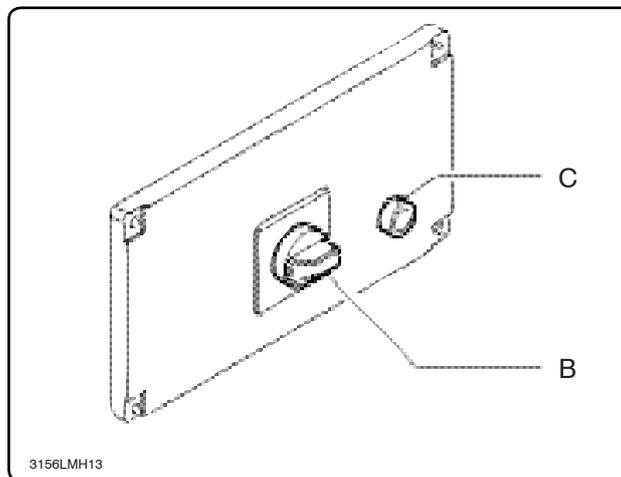

Fig. 5
- Azionare l'interruttore "B" posizionandolo su (Acceso "I") Fig. 5.
- Move switch "B" to the On position ("I") Fig. 5.
- Actionner l'interrupteur "B" en le plaçant sur (Allumé "I") Fig. 5.
- Den Netzschalter "B" betätigen und auf (Aufstellen "I") stellen Abb. 5.
- Ad aspiratore avviato, se l'aspiratore non funziona e si accende la lampada ("C" Fig. 5) o se l'aspiratore gira in senso errato, spegnere, staccare la spina dalla presa di corrente e richiedere l'intervento di personale specializzato per effettuare l'inversione dei cavi di alimentazione.
- *If the vacuum cleaner has been working and then stops and the indicator light comes on ("C" Fig. 5), or if the vacuum cleaner motor turns in the wrong direction, turn it off, remove the plug from the power socket and have a specialized electrician invert the power cables.*
- L'aspirateur étant allumé, s'il ne fonctionne pas et si le voyant ("C" Fig. 5) s'allume ou si l'aspirateur tourne dans le sens contraire, éteindre, débrancher la fiche de la prise de courant et demander l'intervention du personnel spécialisé pour effectuer l'inversion des câbles d'alimentation.
- *Sollte der Industriesauger nach Ingangsetzung nicht funktionieren und die Leuchtanzeige ("C" Abb. 5) aufleuchten oder der Industriesauger in der falschen Richtung laufen, ist der Industriesauger abzuschalten, der Netzstecker aus der Netzsteckdose zu ziehen und das technische Fachpersonal zu verständigen, um die Phasenleiter in der Netzanschlussleitung umklemmen zu lassen.*
Ruotare l'interruttore ("B" Fig. 5) in posizione "0".
Turn the switch ("B" Fig. 5) to position "0".
Tourner l'interrupteur ("B" Fig. 5) sur la position "0".
Den Netzschalter ("B" Abb. 5) auf die Position "0" drehen.